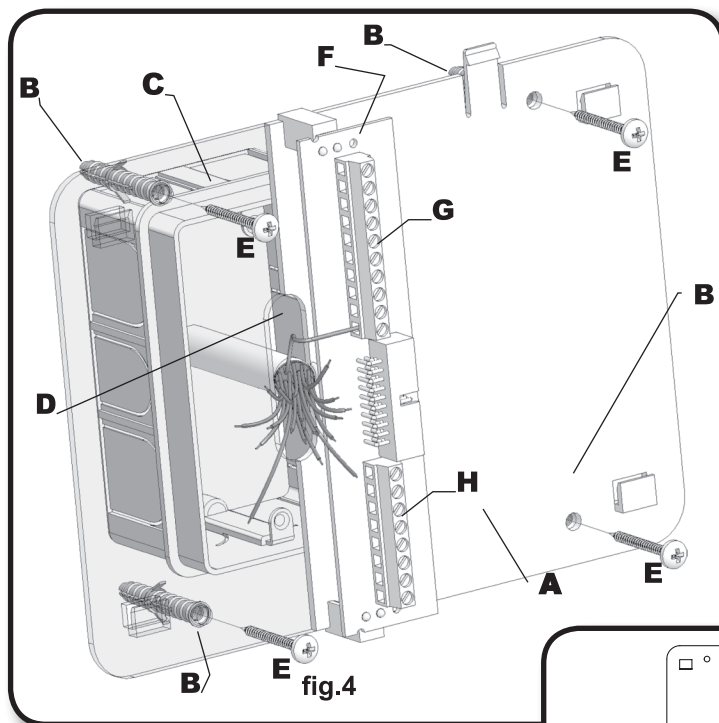
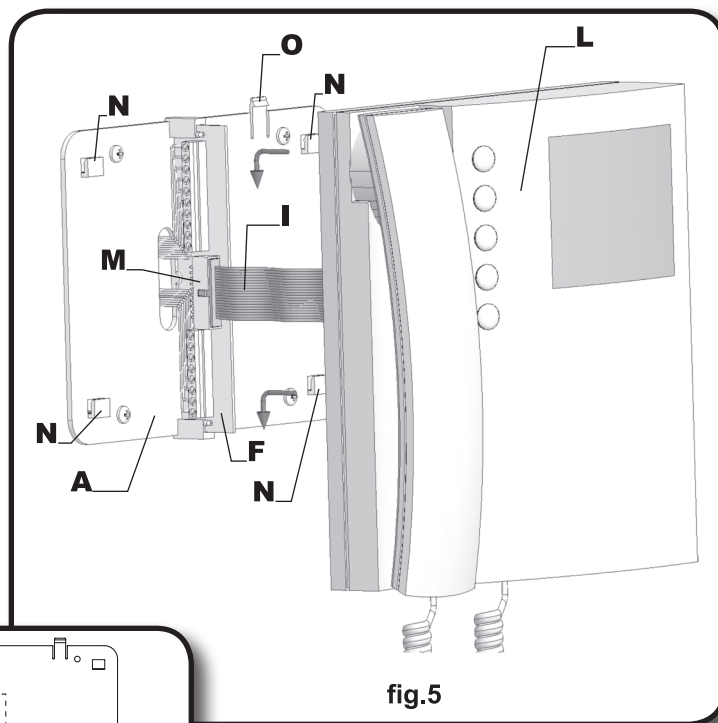
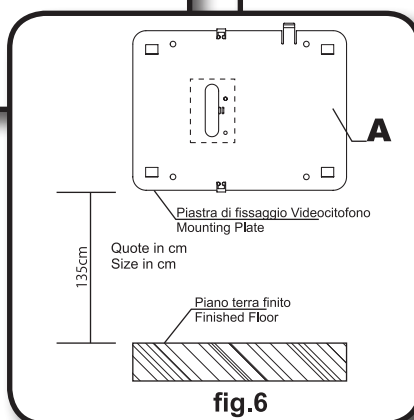

fig.4
fig.5
fig.6
- Appoggiare al muro la piastra di fissaggio **A** come indicato in **fig.6** (135cm da terra); prendere i riferimenti dei quattro fori per l'inserimento dei 4 tasselli ad espansione **B** (**fig.4**) e, nel caso si impieghi, prendere il riferimento per la scatola da incasso **C** (**fig.4**), che dovrà essere murata in posizione centrale rispetto all'apertura **D** al fine di agevolare il passaggio dei fili come mostrato in **fig.4**.
- Murare (se impiegata) la scatola da incasso⁽¹⁾ **C**, eseguire i 4 fori ed inserire i tasselli ad espansione **B**. Passare i cavi nell'apertura **D** e fissare la piastra **A** con le 4 viti **E** (**fig.4**) utilizzando un giravite a croce.
- Appoggiare la scheda di connessione **F** sulla piastra **A** come mostrato in **fig.4**; inserire⁽²⁾ i fili (che devono essere più corti possibile) nelle morsettiere **G** ed **H** e serrare con un giravite a taglio.
- Fissati i fili, sfilare la scheda di connessione **F** (**fig.4**), ruotarla di 90° in senso antiorario ed infilarla nella propria sede come mostrato in **fig.5**.
- Place the mounting plate **A** against the wall as shown in **fig.6** (135cm from floor level); and mark the fixing holes for the four wall plugs **B** (**fig.4**) and for the back box **C** if used (**fig.4**) which must be flushed into the wall in line with the opening **D** as shown in **fig.4**.
- Once the back box⁽¹⁾ **C** is flushed into the wall (if used), drill the four fixing holes and insert the wall plugs **B**. Thread the cables through the opening **D** and fix the mounting plate **A** to the wall with the 4 screws **E** (**fig.4**), using a Philips screwdriver.
- Fit the PCB **F** against the mounting plate **A** as shown in **fig.4**; insert the wires⁽²⁾ (As short as possible) into terminals **G-H**. Secure them using a terminal screwdriver.
- Unclip the PCB **F** (**fig.4**), rotate it 90° anticlockwise and fit it into its housing as shown in **fig.5**.
- As shown in **fig.5**, move the videophone **L** close to the mounting plate **A** so that the ribbon cable will reach the connector **I**.
- As shown in **fig.5**, connect the female plug on the ribbon cable **I** coming from the videophone to the male plug connector **M** on the PCB **F**.
- Place the videophone **L** against the 4 hooks **N** on the mounting plate **A** and push down: the videophone will automatically lock into place using clasp **O** as shown in **fig.5**.
- Avvicinare, come da **fig.5**, il videocitofono **L** alla piastra **A** per agevolare la connessione del flat **I**.
- Come mostrato in **fig.5** inserire il connettore del flat **I**, che fuoriesce dalla parte posteriore del videocitofono, nel connettore **M** della scheda di connessione **F**.
- Facendo corrispondere le 4 fessure presenti sulla base del videocitofono **L** con i 4 incastri **N** della piastra **A**, appoggiare il video sulla piastra e spingerlo verso il basso fino allo scatto, compiendo un movimento come mostrato dalle frecce in **fig.5**.